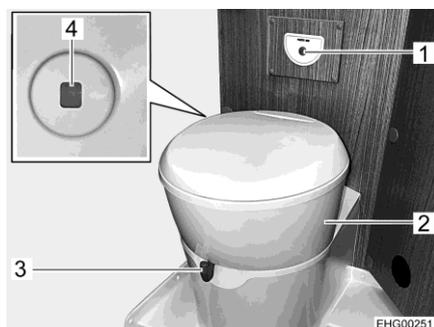

Fig. 147 Inodoro
La taza del inodoro se podrá girar a la posición deseada. Para ello, agarrar la parte superior (Fig. 147,2) del inodoro con ambas manos y girarla.
La unidad de mando con el botón del inodoro (Fig. 147,1) está instalado cerca de la taza del inodoro.
- Antes del lavado, abrir la corredera del inodoro. Para ello, empujar la palanca de corredera (Fig. 147,3) en sentido contrario a las agujas del reloj.
- Para lavar, pulsar el botón del inodoro azul (Fig. 147,1).
El color del indicador de nivel de llenado (Fig. 147,4) cambiará de color verde a rojo cuando se debe vaciar el depósito de aguas fecales.